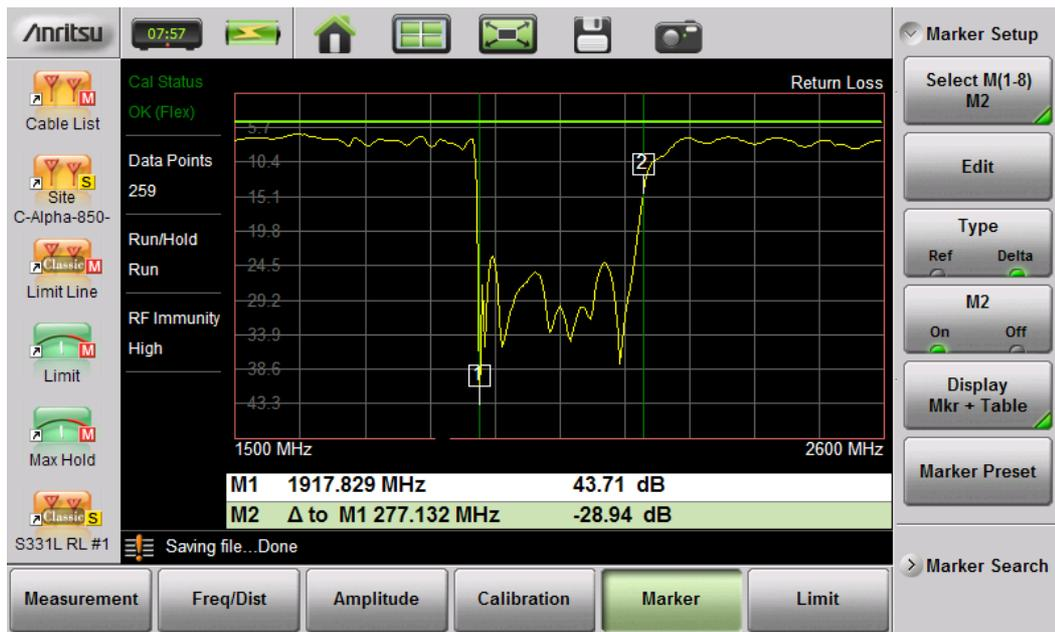

Рисунок 3-20. Дельта-маркер 2 и таблица маркеров
3. Маркеры со 2 по 8 могут быть установлены как дельта-маркеры по отношению к опорному маркеру. Клавиша **Type** позволяет установить тип маркера на **Reference** (опорный) или **Delta** (дельта). На рис. 3-20 на стр. 3-24 демонстрируется использование дельта-маркера для оценки полосы пропускания фильтра.